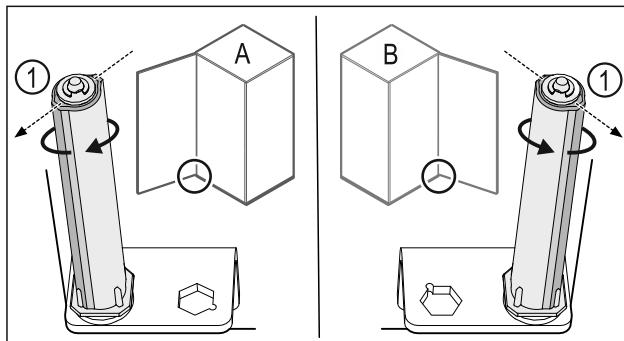

Fig. 35 Okretanje nalijevo (A) / okretanje nadesno (B)
- Okrećite sustav zatvaranja do kraja dok lamela sustava zatvaranja Fig. 35 (1) ne bude usmjerena prema van.